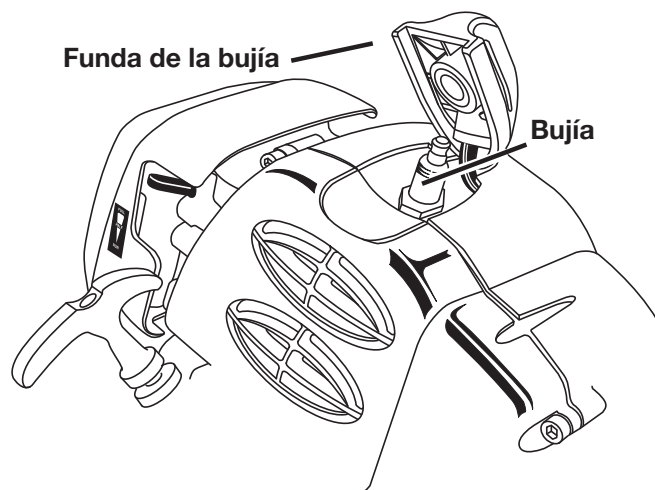

Figura 24
18. Coloque la funda de la bujía. *Vea la figura 24.*
2. Retire la funda de la bujía. *Vea la figura 24.*
14. Coloque la funda de la bujía. *Vea la figura 24.*
Vea la figura 24.